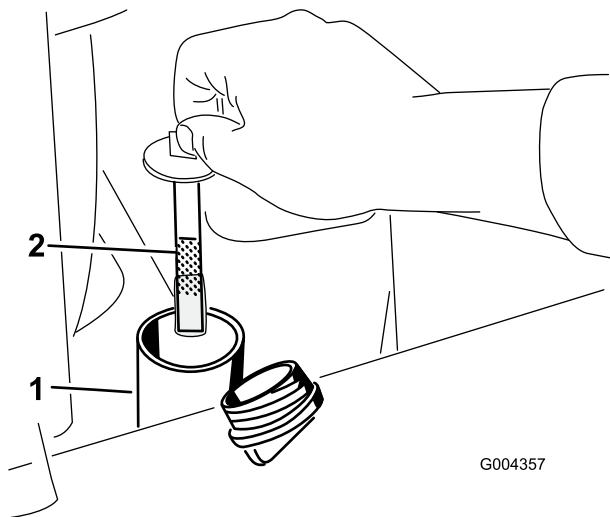

Figure 13
6. Enlevez le bouchon du goulot de remplissage et vérifiez le niveau de liquide sur la jauge (Figure 13).